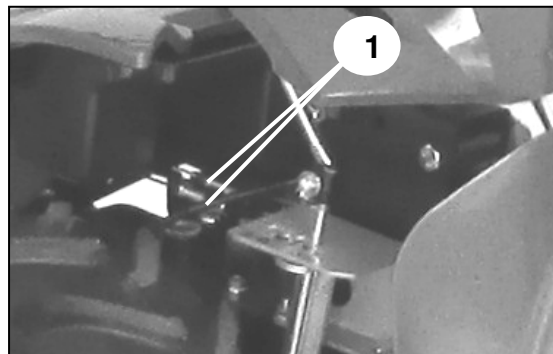

fig.6/1
- 3 - Regolazione cavo comando gas diesel (fig.6/3)
- 4 - Regolazione cavo manopola avanti – retro (fig.6/4)
- 5 - Regolazione del cavo stop motore (fig.6/3)
- 6 - Regolazione giri motore (fig.6/3) (vedere manuale specifico del motore)